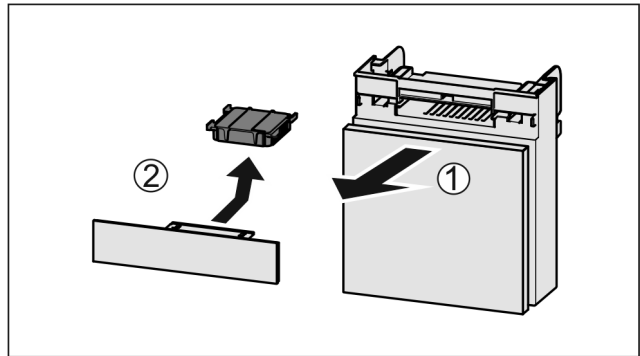

Fig. 80
- ▶ Extrageți Fig. 80 (1) compartimentul către înainte.
- ▶ Scoateți Fig. 80 (2) filtrul de cărbune activ.